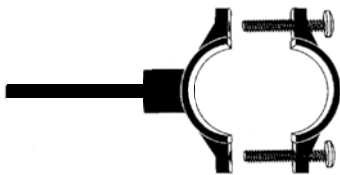

Рис. 5
3. Вставьте трубку в скобу дренажного хомута с резьбовым отверстием (**рис. 5**). Край трубки должен выступать примерно на 4-5 мм от внутренней части скобы.